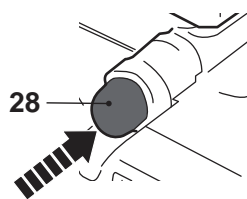

Fig. 24a
4. Actionnez l'amorce (28) (entre 5 et 8 fois) jusqu'à ce que la poire soit complètement remplie de carburant (Fig. 24a).